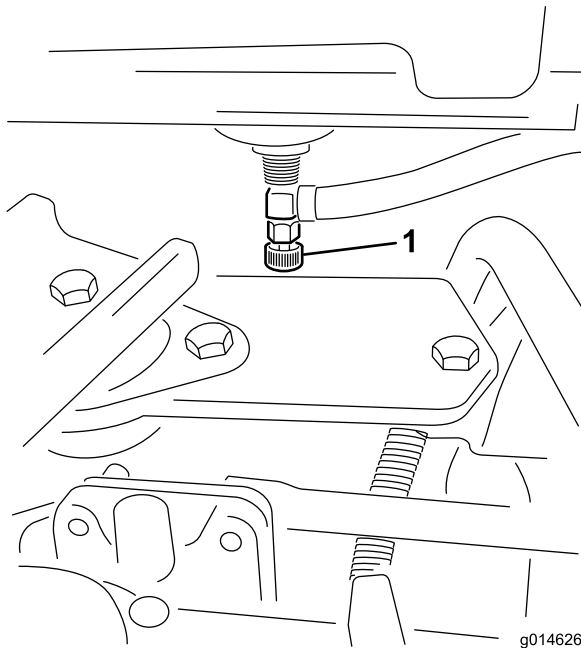

Figura 49
1. Cierre la válvula de cierre de combustible (Figura 49), situada debajo del depósito de combustible.